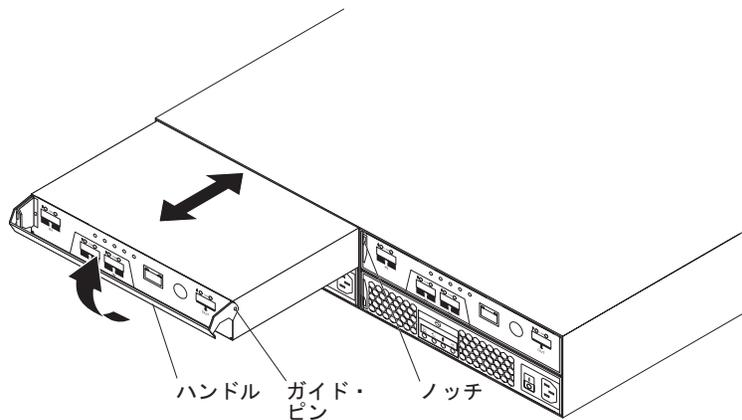

図 40. コントローラーの取り外しと交換
- b. 図 40 のように、ゆっくりハンドルをシャーシから引き離して、コントローラーをベイから取り外します。
- b. コントローラーの側面にあるガイド・ピンが、DS3200 シャーシのノッチに収まることを確認します。76 ページの図 40を参照してください。